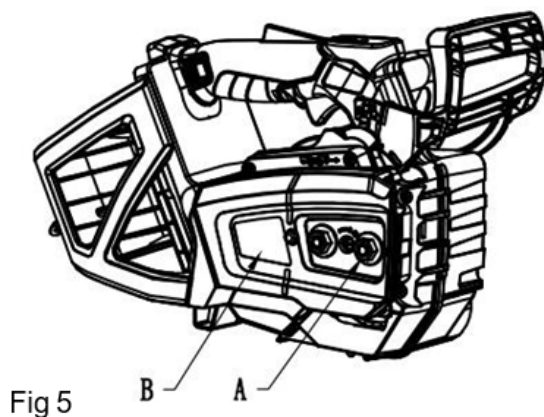

Fig 5
1. Lösen Sie die beiden Muttern der Ritzelabdeckung (A) (Abb. 5).
2. Entfernen Sie die Ritzelabdeckung (B) (Abb. 5).